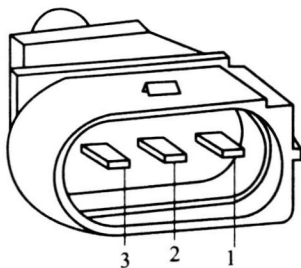

图1-5 转速传感器端子
1) 关闭点火开关，拔下发动机转速传感器插头（见图1-5）。测量传感器插座上端子2和3之间的电阻，其值应为_____ Ω ，否则应更换转速传感器。